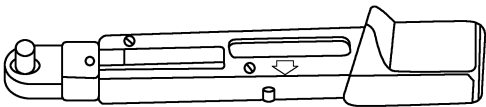

图 5-2-8 力矩扳手 V. A. G 1410
(1) 需要用到的专用工具、检测仪器以及辅助工具有力矩扳手 V. A. G 1410，如图 5-2-8 所示。